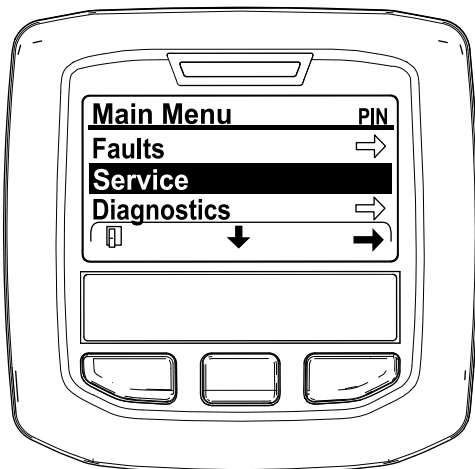

Figure 30
2. Naviguez jusqu'au MENU PRINCIPAL, appuyez sur le bouton central pour parcourir le menu MENU ENTRETIEN, et appuyez sur le bouton droit pour sélectionner l'option ENTRETIEN (Figure 30).